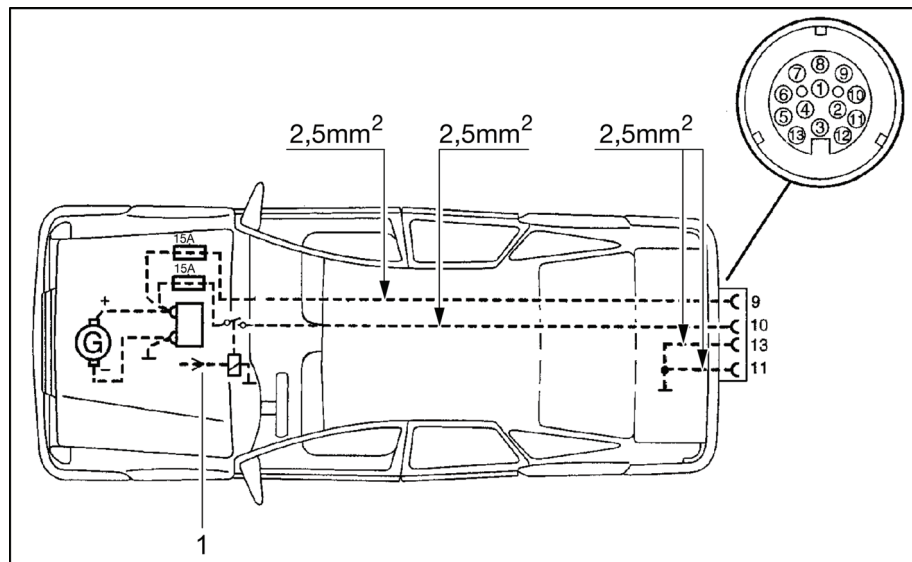

Bild 96 Zugwagen-Installationsplan (Autark-Paket)
- ▷ Das Zugfahrzeug mit den entsprechenden Kabelquerschnitten und einem Relais für die Stromversorgung (gesteuert über Zündung) nachrüsten (siehe Bild 96).